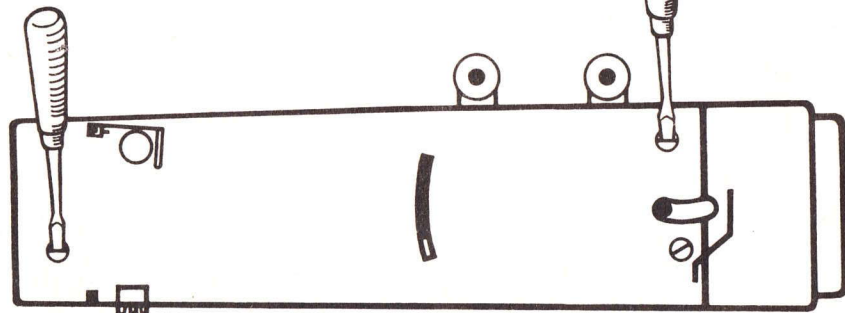

Abb. 30
22. Abnehmen des Armdeckels (Abb. 30)
- Schrauben nach Abb. 30 lösen